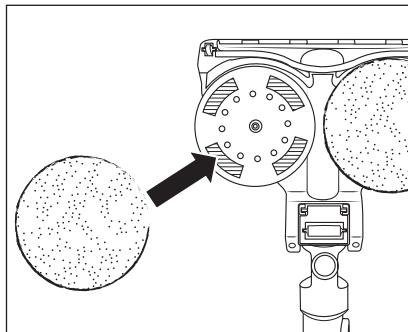

Rys. 16
- 1) Chwyć klapkę zamykającą ③ zbiornika czystej wody ② palcami i wyciągnij ją do góry z otworu do napełniania zbiornika czystej wody ② (patrz rys. 16).
- 2) Nalej wodę kranową lub destylowaną do zbiornika czystej wody ② (patrz rys. 16).
- 3) Zamknij ponownie otwór do napełniania zbiornika czystej wody ②, wciskając klapkę zamykającą ③ w otwór napełniający.